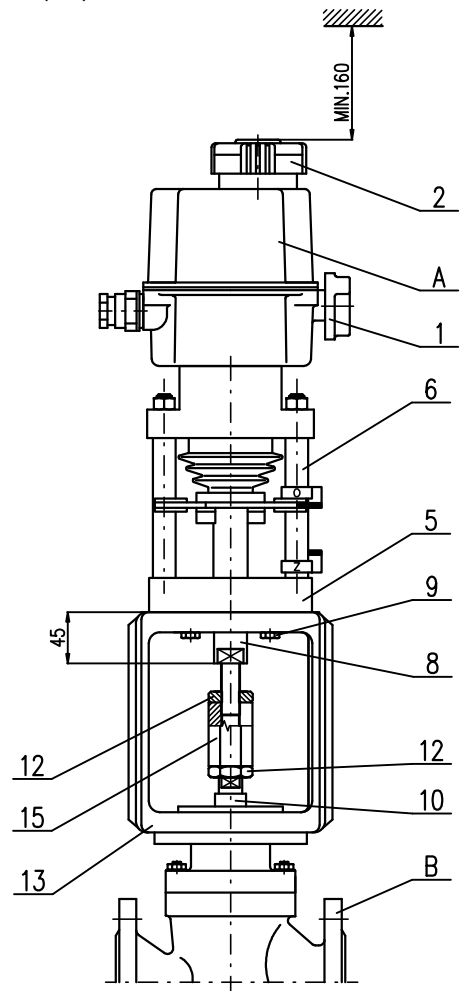

Рис. 2
2.1.1 Механическое присоединение с присоединительными размерами по стандарту DIN - рис. 2